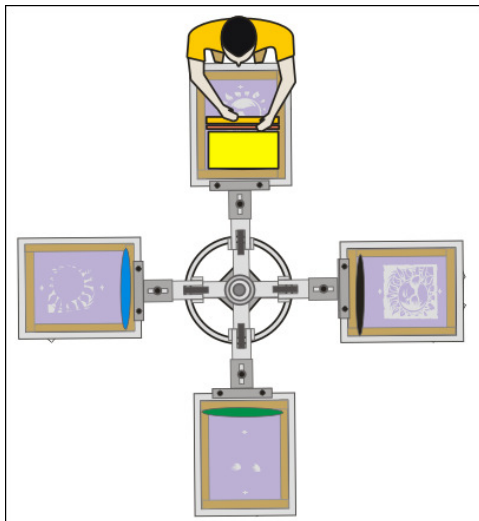

Imagen 352\_12
**16-** Imprimir el color amarillo arrastrando la racleta hacia el cuerpo manteniendo ángulo y presión constante (Imagen 352\_12)